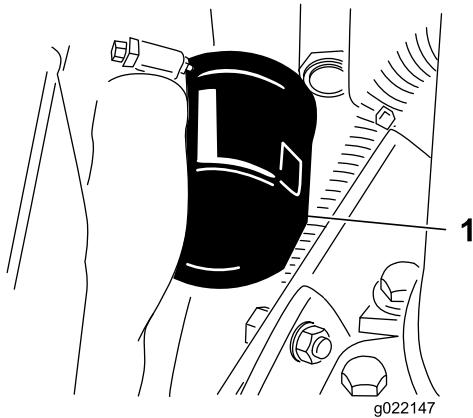

Figura 53
2. Retire o filtro do óleo (Figura 53). Aplique uma leve camada de óleo limpo no vedante do filtro novo antes de o montar. **Não aperte demasiado.**